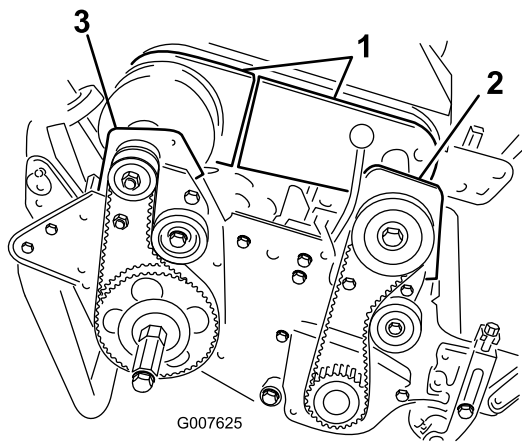

Figura 41
4. Rimuovete i bulloni che fissano la sezione anteriore e posteriore della copertura del differenziale all'alloggiamento del differenziale stesso e fate scorrere le sezioni della copertura in modo da scoprire la cinghia (Figura 41).
6. Togliete i 2 bulloni e i dadi di bloccaggio che fissano la sede frizione anteriore alla piastra laterale (Figura 41).
8. Togliete i 2 bulloni e i dadi di bloccaggio che fissano la sede cuscinetto posteriore alla piastra laterale (Figura 41).